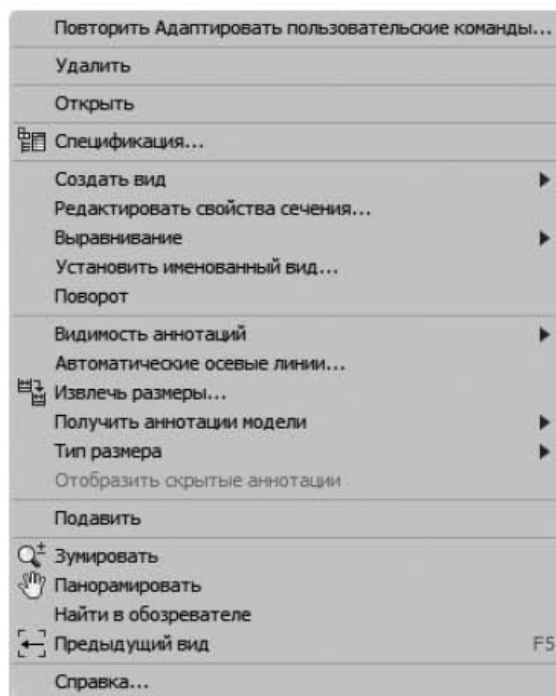

Рис. 9.21. Контекстное меню файла чертежа
5. Перейдите в файл чертежа, наведите курсор на главное изображение и щелкните правой кнопкой мыши, в контекстном меню (рис. 9.21) выберите команду **Спецификация**.